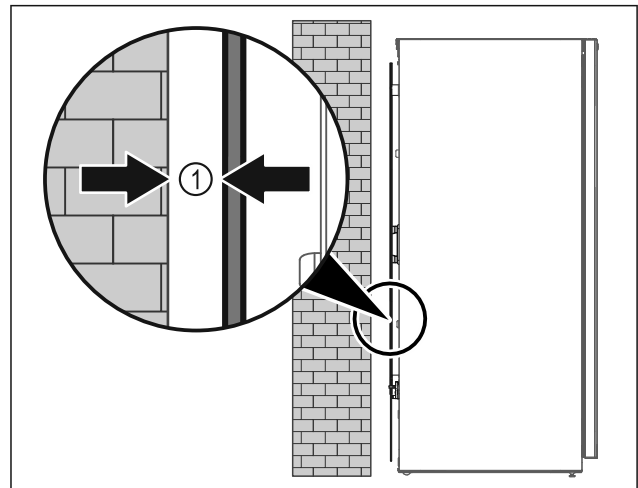

Fig. 8
- ▶ Instalar el electrodoméstico en medio de una sala o directamente arrimado a una pared con una distancia mínima de 5 mm Fig. 8 (1).